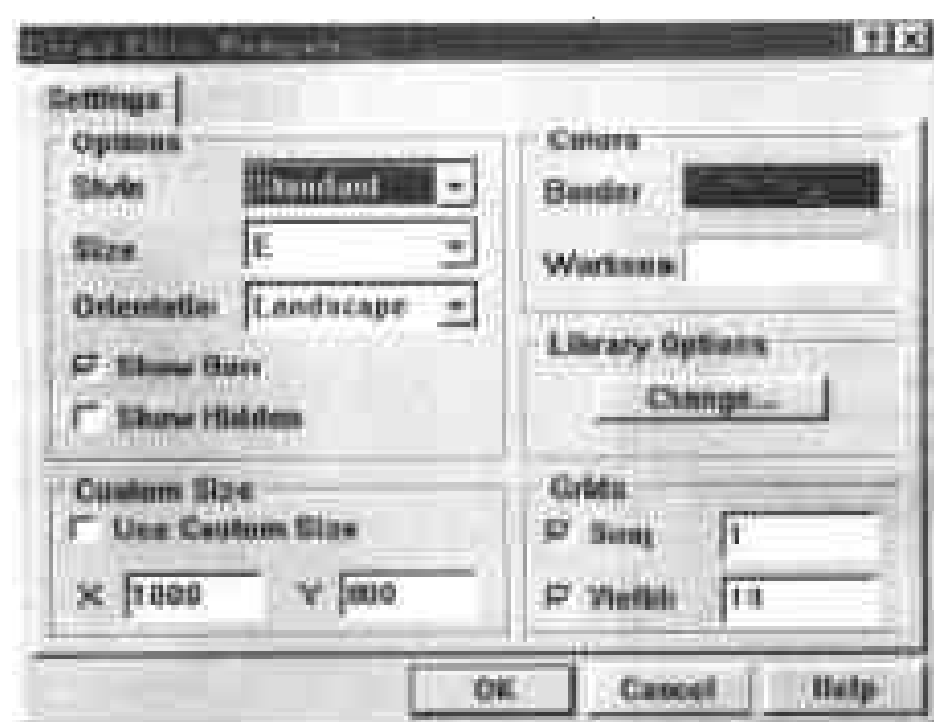
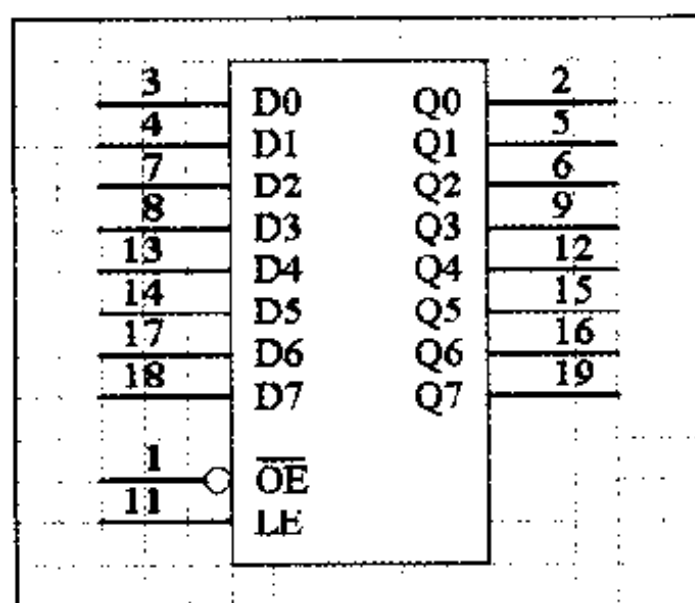

图 5-34 设置栅格属性
图 5-35 调整直线位置的效果
(35) 选择 Option > Document Option,弹出如图 5-34 所示的对话框。在对话框的 Grids 选区中单击 Snap 复选框,然后在它的输入框中输入数值 1,设置移动图纸中的对象时的单击距离为 1mil。
(36) 在 Grids 选区中单击 Visible 复选框,然后在它的输入框中输入数值 10,设置栅格之间的距离。设置好对话框中的其他选项,单击 OK 命令按钮,返回工作窗口。
(37) 在图纸中单击直线,按住鼠标左键,此时鼠标箭头变为十字光标,并且直线被粘在十字光标上。移动十字光标到适当的位置上,释放鼠标左键,将直线放置在新的位置上。调整直线的位置之后,得到如图 5-35 所示的效果。